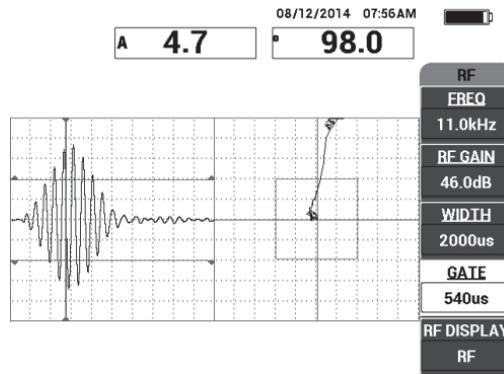

Figura 6-5 Posición de puerta recomendada
- Es posible ajustar manualmente la puerta a la posición deseada al seleccionar el parámetro **GATE** (tecla de función D) y al girar la rueda de ajuste. La posición recomendada de la puerta (**GATE**) sería el pico de la primera reflexión. La posición recomendada de la puerta (**GATE**) siempre está a la izquierda del primer pico de señal más fuerte. Ver la Figura 6-5 en la página 140.